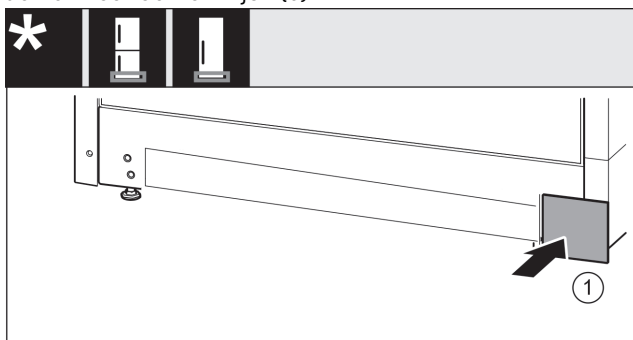

Fig. 37
- Afdekking aan de andere kant weer plaatsen. *Fig. 37 (1)*